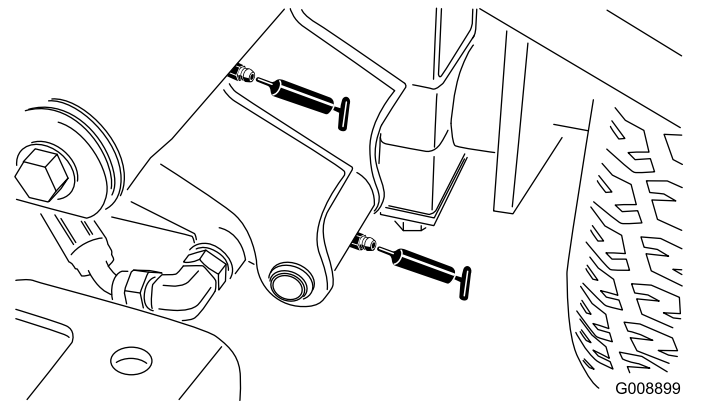

Bild 37
- 2 linke vordere Hubarm-Drehbüchsen und Hubzylinder (**Bild 37**)